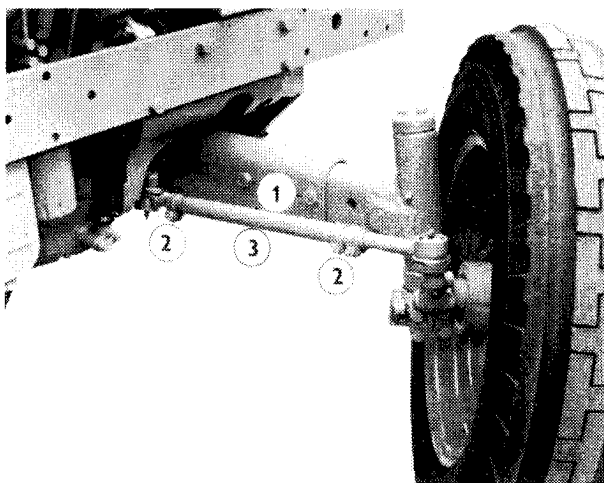

Fig. 40
2. Dévisser les écrous des vis des embouts de l'essieu avant et enlever les vis (fig. 40/1).
1. Desserer les écrous de blocage sur toutes les deux têtes articulées de la bielle de jonction (fig. 40/2).
2. En tournant avec la partie centrale de la bielle de jonction (fig. 40/3) mettre au point le pincement positif ou négatif spécifié — il faut les mesurer sur le côté de la jante.